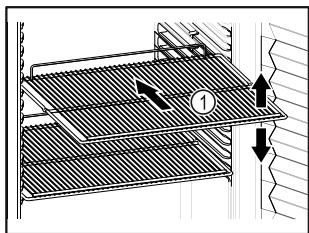

Fig. 62 Eksempelfremstilling
- ☐ Hvis oppbevaringshyllene Fig. 62 (1) kan flyttes, juster etter høyden.